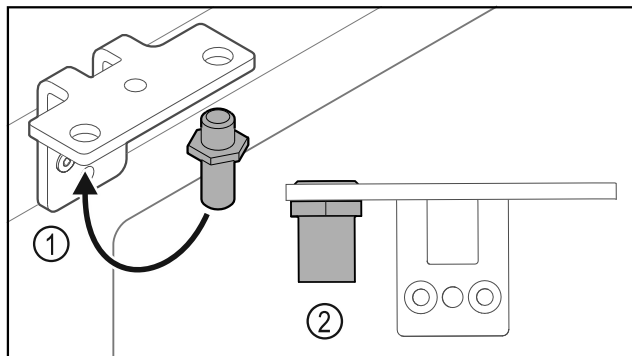

Fig. 30
- Ktheni bulonin Fig. 30 (1) në profilin e menteshës në anën tjetër.
- Shtërëngoni bulonin Fig. 30 (2) me **momentin e rrotullimit prej 12 Nm**.